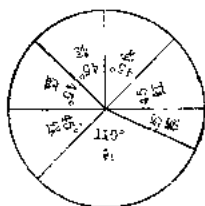

图 1
1. 把圆木板打光，在两面糊上纸，待干后，如图 1 所示，把每面都分成 7 个扇形，并依次涂上颜色，成了一块美丽的七色板。